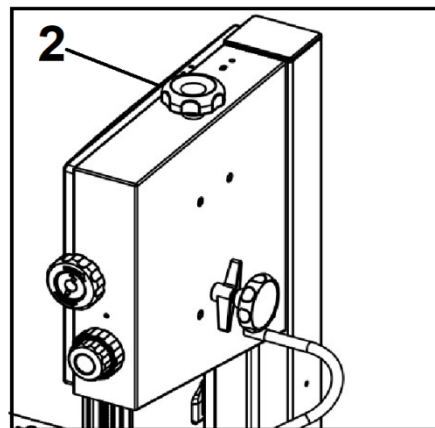

Рисунок 11
- Затяните ручку натяжения пильной ленты (2, Рис. 11).